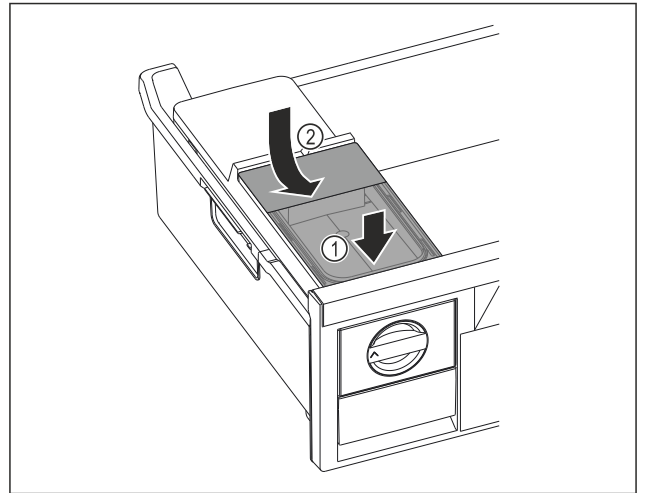

Fig. 110
- Collegare il serbatoio dell'acqua alla parte anteriore. Fig. 110 (1)
- Abbassare il serbatoio dell'acqua posteriore. Fig. 110 (2)